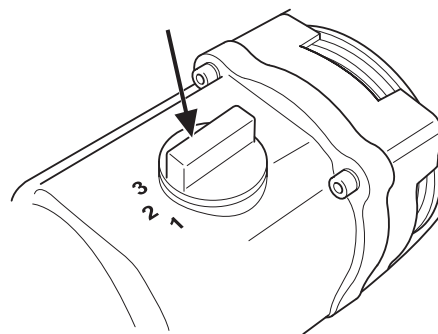

Рис. 7
1. Установите рабочую скорость, поворачивая шпиндель и одновременно устанавливая ручку скорости в требуемое положение (рис. 7).